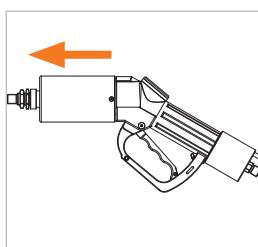

Figure 25
- Retirez le réceptacle de service WEH® soigneusement et en ligne droite du nozzle de ravitaillement (*Figure 25*).